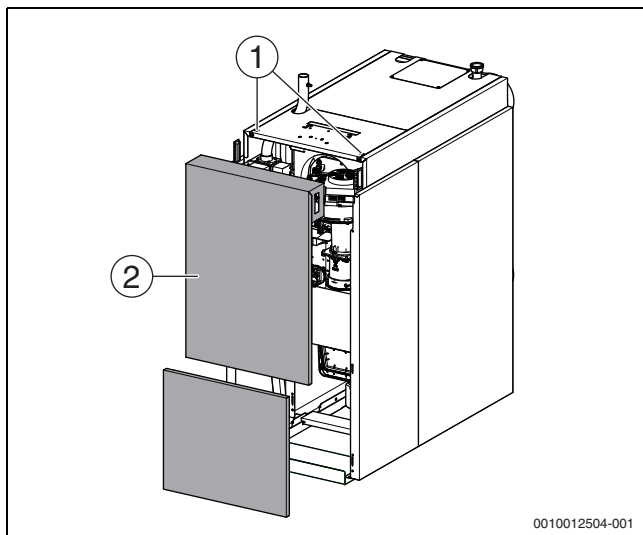

Bild 36 Vorderwand abnehmen
- ▶ Entriegelungsschrauben (→Bild 36, [1]) auf der Oberseite des Heizkessels mit geeignetem Werkzeug gegen den Uhrzeigersinn drehen und obere Kesselvorderwand entriegeln.
- ▶ Kesselvorderwand (→Bild 36, [2]) nach vorne neigen und nach oben aus der unteren Führung heben.